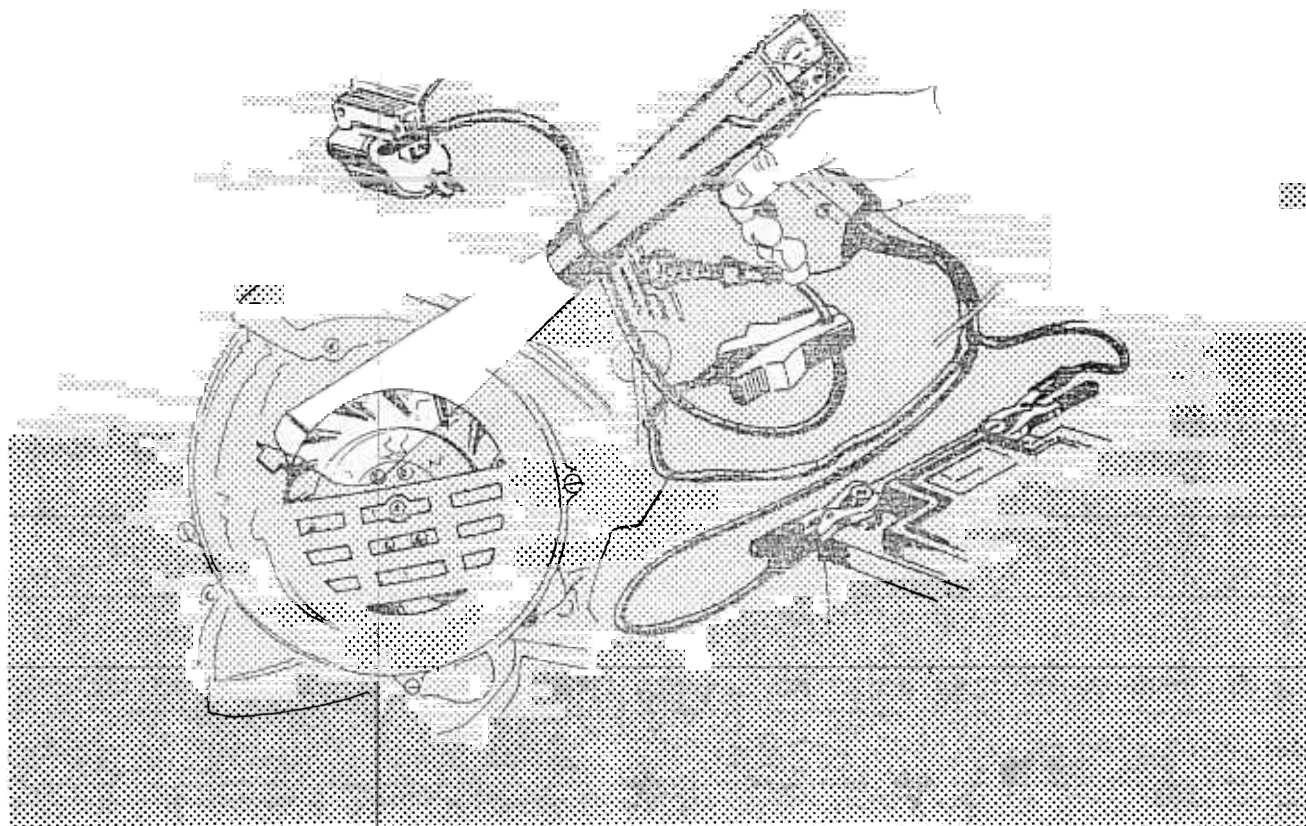

Fig. 11 M
- Montar la pistola estroboscópica, acoplándola según el tipo o marca que dispongamos. Ejemplo, ver fig. 11 M.